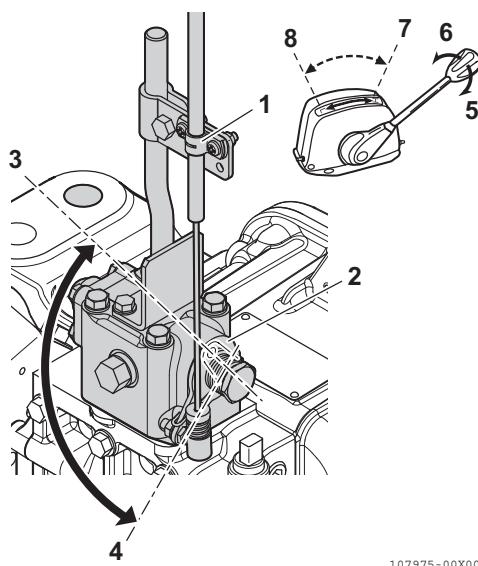

Figura 6
1. Assicurarsi che la leva pesca a traina (**Figura 6, (2)**) sia nella posizione alta velocità (**Figura 6, (4)**) quando l'impugnatura del comando a distanza pesca a traina è in posizione alta velocità (**Figura 6, (7)**).
2. Assicurarsi che la leva pesca a traina sia nella posizione bassa velocità (**Figura 6, (3)**) quando l'impugnatura del comando a distanza pesca a traina è in posizione bassa velocità (**Figura 6, (8)**).
3. Per regolare, allentare la vite di regolazione del raccordo cavo (**Figura 6, (1)**) e regolare la posizione del cavo.